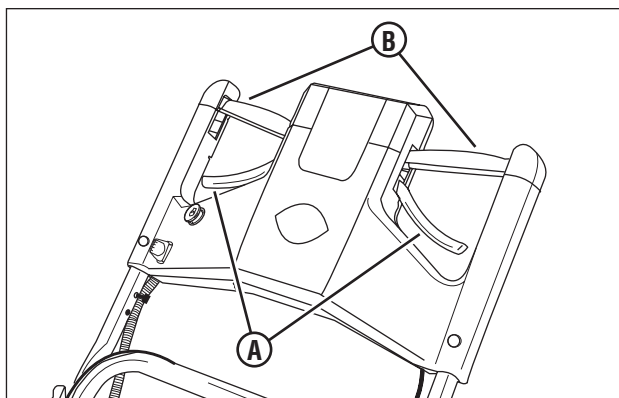

Figura 1: Controles del cortacésped
2. Revise el control de la cuchilla (**A, Figura 1**) y el control de transmisión (**B**) para asegurarse de que funcionan sin ningún tipo de obstrucción.